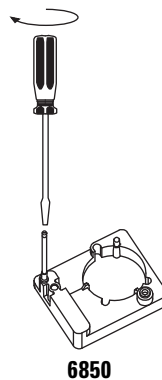

Abb. 17 Befestigen der Halterungsstange (GCs der Serie 6850)
- **GC der Serie 6850.** Nehmen Sie die Installation an der Einlassbefestigungskomponente vor. Lösen Sie die Einlassschrauben, installieren Sie die Stange und ziehen Sie die Schrauben wieder an. Die Stange muss vollständig nach unten gedreht sein (Abbildung 17).